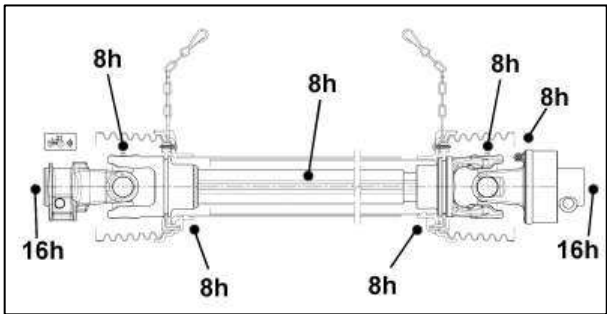

Fig. 4
- Ce châssis dispose d'une butée basse sur chaque aile (fig. 4 et 5).
L'alignement des six pans est assuré par des vis de réglage (fig. 4 et 5, C). L'accouplement doit être parfaitement en ligne pour éviter toute usure prématurée des liaisons.
- This frame has a lower limit stop on each wing (fig. 4 and 5).
Alignment of the hexagon arbors is ensured by set screws (fig. 4 and 5, C). The coupling must be completely aligned to prevent any premature wear of the joints.
Der Rahmen hat an jedem Flügel einen unteren Anschlag (Abb. 4 und 5).
Die Ausrichtung der Sechskantwellen erfolgt über Stellschrauben (Abb. 4 und 5, C). Die Kupplung muss einwandfrei ausgerichtet sein, um einen vorzeitigen Verschleiß der Verbindungen zu vermeiden.
- Este chasis dispone de un tope bajo en cada ala (fig. 4 y 5).
La alineación de los ejes hexagonales se realiza mediante tornillos de regulación (fig. 4 y 5, C). El acoplamiento debe estar perfectamente en línea para evitar el desgaste prematuro de las uniones.